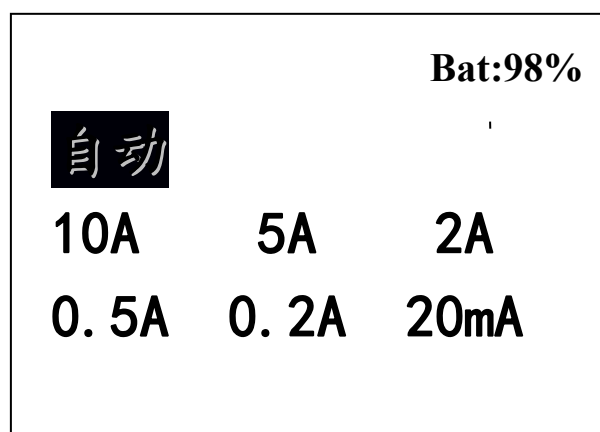

图 3
9. “充电”仪器内部电池充电指示，插上 AC220 时，“充电”灯亮，表示仪器电池充电。开机主菜单和电流选择菜单显示电池电量“Bat:98%”，如图 2，图 3。当电量低于 40%时，数字变成红色，提示充电。
1) **选择电流：**进入此菜单，如图 3
测量结束后，按“取消”返回上一级菜单。仪器放电完毕后如图 4，返回图 3 菜单。